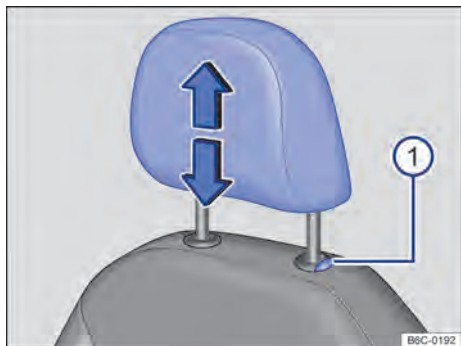
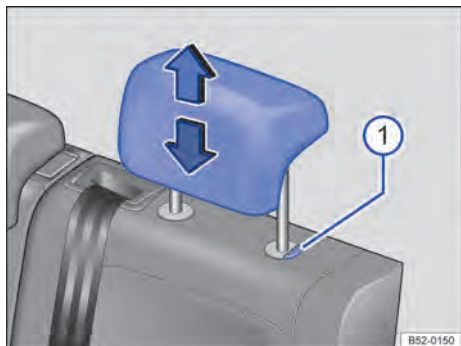

Fig. 64 Apoio para cabeça dianteiro: ajustar.
Fig. 65 Apoio para cabeça traseiros: ajustar.
- Deslocar o apoio para cabeça para cima ou para baixo na direção da seta com o botão → Fig. 64 ❶ ou → Fig. 65 ❶ pressionado → ⚠️ em *Introdução ao tema* na página 83.